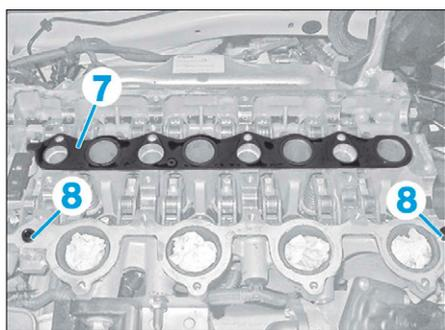

FIG. 86
- Respecter le sens de montage du joint (7) (Fig.86).
- Vérifier la présence des goupilles de centrage (8).